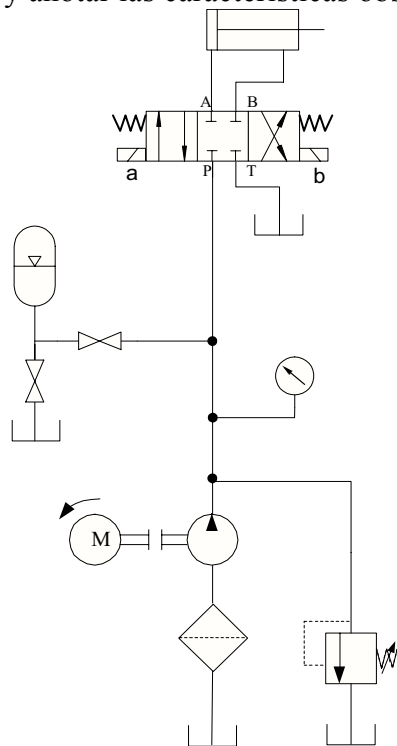

Figura 4.2. Circuito hidráulico con actuador lineal con válvula 4/3 centro cerrado.
7. Cambiar la válvula direccional por otra que tenga centro cerrado y sea actuada eléctricamente. El circuito con esta válvula se muestra en la figura 4.2.